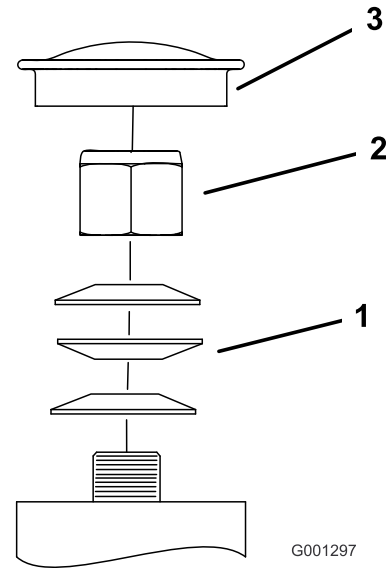

Figura 63
3. Retire el tapón guardapolvo de la rueda giratoria y apriete la contratuerca (Figura 63).
4. Apriete la contratuerca hasta que las arandelas de muelle estén planas, luego afloje la contratuerca 1/4 de vuelta para establecer la pre-carga correcta de los cojinetes (Figura 63).
Importante: Asegúrese de que las arandelas de muelle están correctamente instaladas, según se muestra en Figura 63.
5. Coloque el tapón guardapolvo (Figura 63).